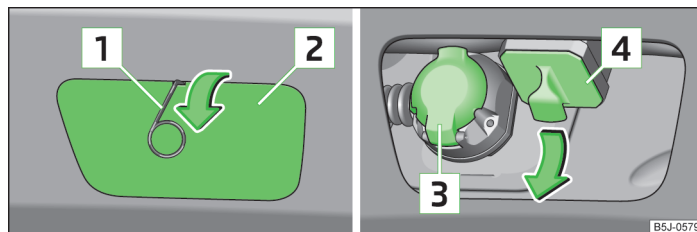
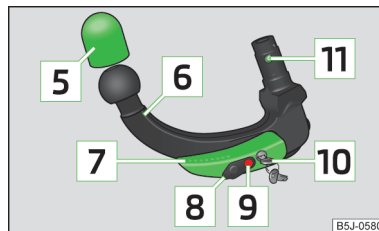

Fig. 101 Extraer la caperuza cobertura: en el parachoques trasero / de la cavidad de alojamiento
Fig. 102 Barra de cabeza esférica
Descripción gráfica » fig. 101 y » fig. 102
- Extraiga la caperuza cobertera situada en el parachoques trasero **2** » fig. 101 de la página 119 por medio del estribo para retirar los tapacubos integrales en el sentido de la flecha.
- Extraiga la caperuza cobertera de la cavidad de alojamiento **4** » fig. 101 de la página 119 en el sentido de la flecha » **!**.
Conserve en un lugar apropiado del maletero la caperuza [\[2\]](#) y la caperuza [\[4\]](#) » fig. 101 de la página 119 después de la extracción.
- Introduzca la caperuza cobertera de la cavidad de alojamiento [4] » fig. 101 de la página 119 en el sentido contrario al de la flecha.
- Coloque la caperuza cobertera situada en el parachoques trasero [2] » fig. 101 de la página 119 por los "ganchitos" situados en el área inferior del parachoques.